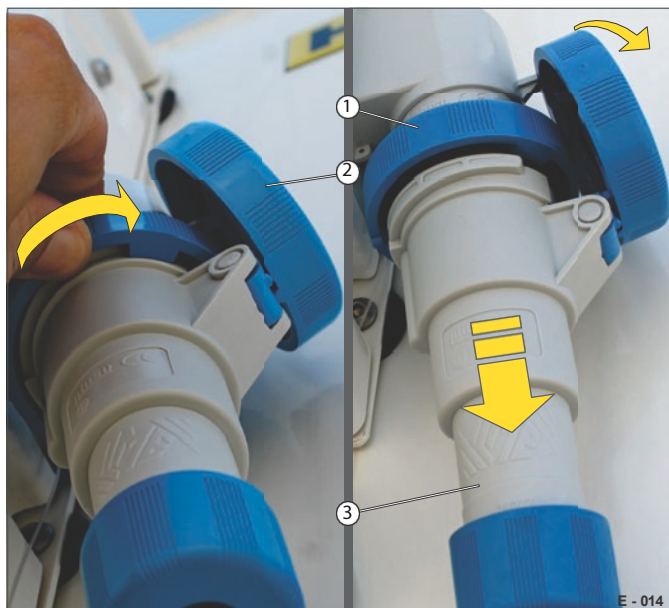

Fig. 14 Frakobling af adapterstikket
- Skru skruenhætten af (fig. 14/1).
- Fold dækslet ned (Fig. 14/2), og hold det åbent.
- Træk forsigtigt adapterstikket (Fig. 14/3) ud af nettilslutningen.